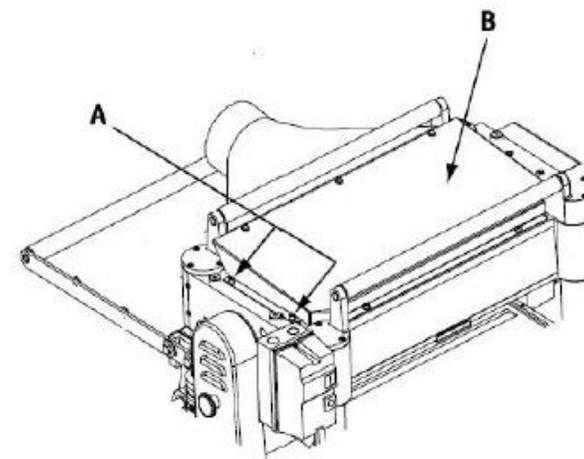

Рис. 18
2. Вывернуть шесть винтов (**Рис. 18, А**) и снять верхнюю крышку (**Рис. 18, В**).
2. Вывернуть шесть винтов и снять верхнюю крышку (Рис. 18).